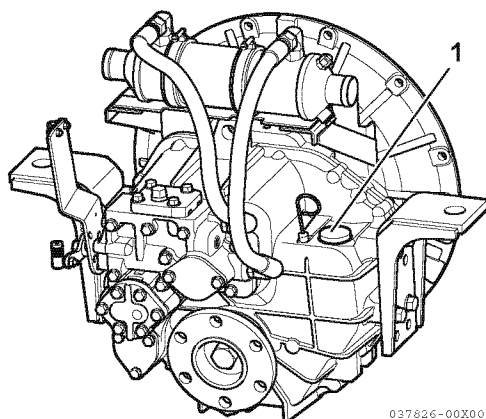

Figura 3
9. Quite la tapa de aceite (1, **Figura 3**). Llene con las siguientes cantidades de aceite y añada la cantidad necesaria para el enfriador de aceite y las tuberías.